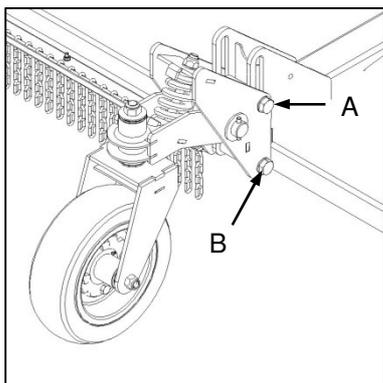

Fig. 6
- ✔ To set the working height, remove the lower wheel assembly retaining bolt (Fig. 6-B) and loosen the upper retaining bolt (Fig. 6-A).
- ✔ Om die werkshoogte te stel, verwyder die onderste wielmonteringsklem-bout (Fig. 6-B) en maak die boonste klem-bout los (Fig. 6-A).